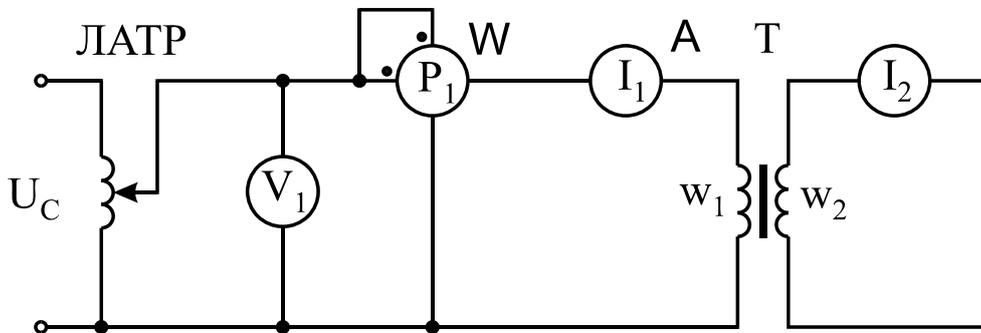

Рис. 3.4. Схема исследования трансформатора в режиме короткого замыкания
Опыт короткого замыкания — это такой режим работы трансформатора, когда вторичная обмотка замкнута накоротко (рис. 3.4), а к первичной подводят такое напряжение, чтобы по обмоткам текли номинальные токи, при этом $Z_{НАГР} = 0, U_2 = 0$.
1. Собрать схему для проведения опыта (рис. 3.4).